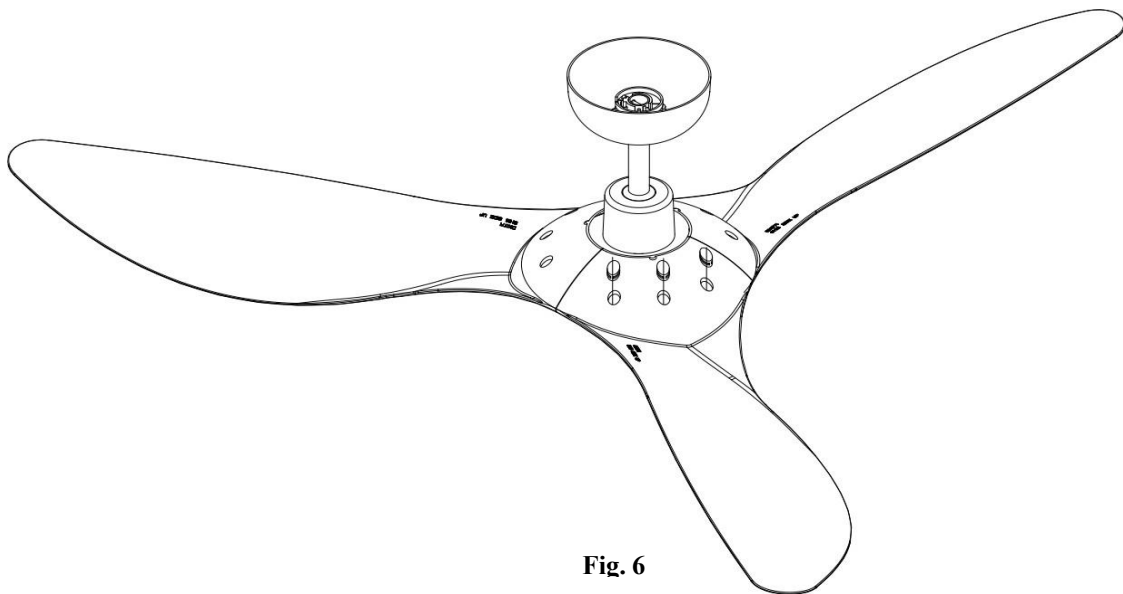

Fig. 6
- 날개 윗면의 나사 구멍을 가릴 수 있도록 날개 나사 구멍 커버 설치해주세요. (Fig 6)